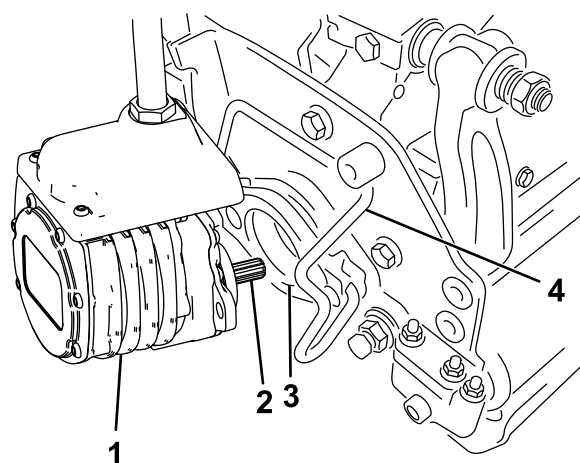

Figura 64
6. Cubra el eje acanalado del motor de la unidad de corte con grasa limpia (Figura 64).
7. Introduzca el motor en el lado izquierdo de la unidad de corte (visto desde el puesto del operador) y tire de la barra de retención del motor (en la unidad de corte) hacia el motor hasta que oiga un “clic” en ambos lados del motor (Figura 64).